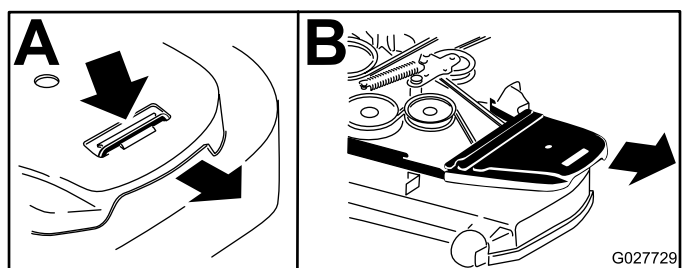

Figure 90
4. Déposez les protège-courroies (Figure 90).